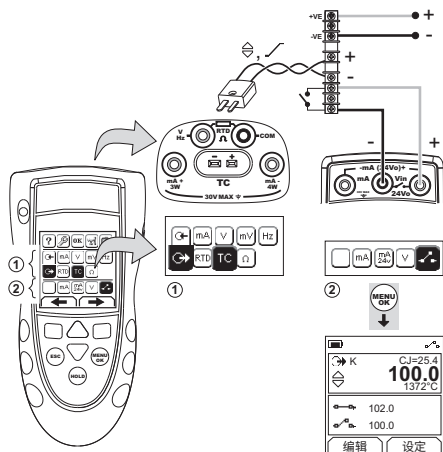

图 12：示例配置 - 交换机测试
1. 连接设备（图 12），如果有必要，调整设置（表 1）。